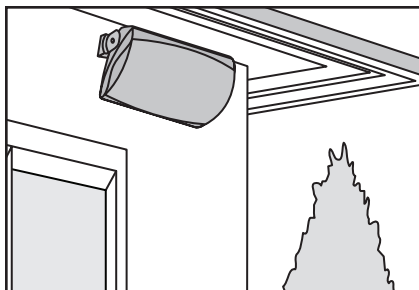

Figure 1. Gros plan sur une enceinte située sous un soffite.
- Montées sur un mur extérieur sous un soffite du toit pour minimiser l'exposition à la lumière solaire/pluie (tel qu'illustré à la figure 1).